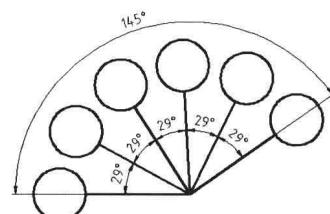

图 7-3-14
(6) 单击“注释”选项卡，在“标注”面板中单击“连续”按钮 ，或者选择菜单命令“标注 / 连续”，命令行提示“选择连续标注”，单击角度标注 29°，命令行提示“指定第二条延伸线原点或 [放弃(U)/ 选择(S)] <选择>”，依次单击其他直线上的端点，标注出角度，如图 7-3-14 所示。